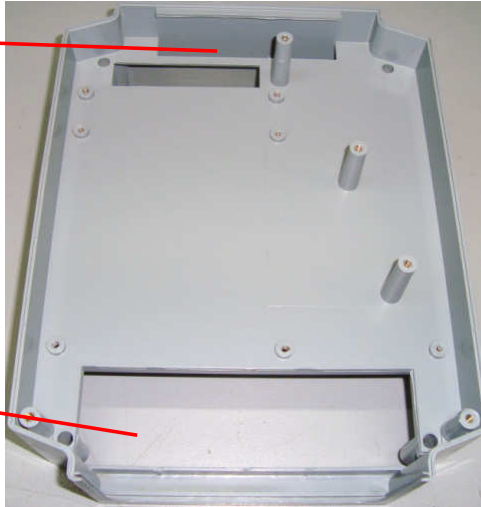

Рис. 7.14
- 7.6.1. Взять среднюю часть корпуса, продеть шлейф платы ЦП в вырез в ее верхней части, а провод заземления 1 – в вырез под силовые клеммы (рис. 7.14).